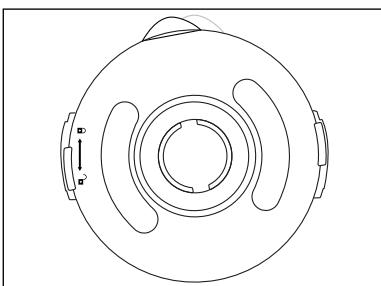

Fig. 1
- 1) Døj blenderkanden ③ i retning mod uret, indtil blenderkandens håndtag står over positionen . Tag blenderkanden ③ lodret op fra motorblokken ⑥.
- 2) Fjern låget ② ved at dreje det mod uret i retning af position (se fig. 1), indtil du kan tage det af oppefra.